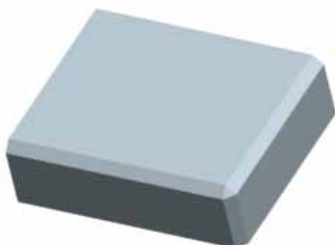

图 13-5
- (1) 结束预览，单击接头过渡按钮 。
- (2) 在模型中单击倒角接头，在倒角特征操控板中，选择“拐角平面”方式。
- (3) 单击对号  按钮，结果如图 13-5 所示。